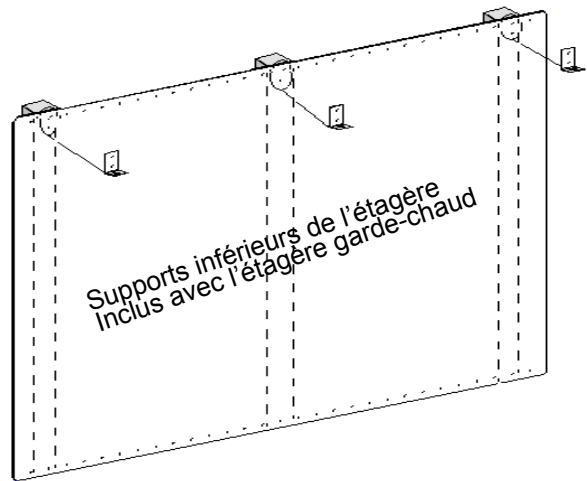

Figure 14 : Dossieret de protection avec étagère garde-chaud
4. À l'endroit indiqué sur la Figure 14 fixez les supports inférieurs fournis avec l'étagère garde-chaud à travers le dossieret de protection, dans les montants de cloison.